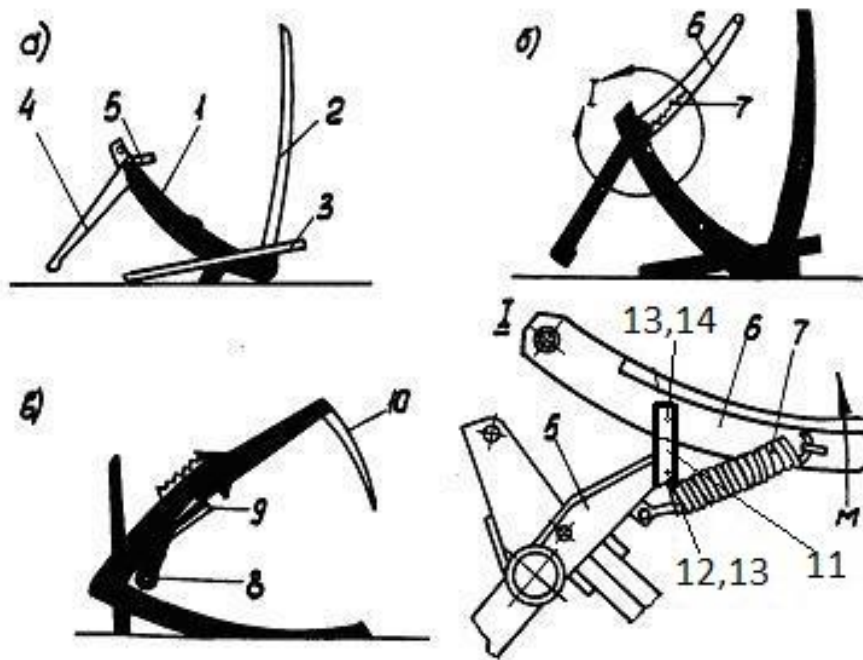

Рис. 19. Порядок сборки грабельной решетки:
- а) раму платформы располагают горизонтально и крепят в кронштейнах рамы семь нижних пальцев 2 (рис. 19) болтами М 16х100, гайками и пружинными шайбами;
- г) в положении, указанном на рис. 19 б установить сталкивающие рычаги и натянуть пружины. Для этого установить две планки 11 на приваренную ось 12 с обеих сторон кронштейна 5. Навернуть гайки 13. Планки должны свободно поворачиваться на оси до упора в отбортовку кронштейна.